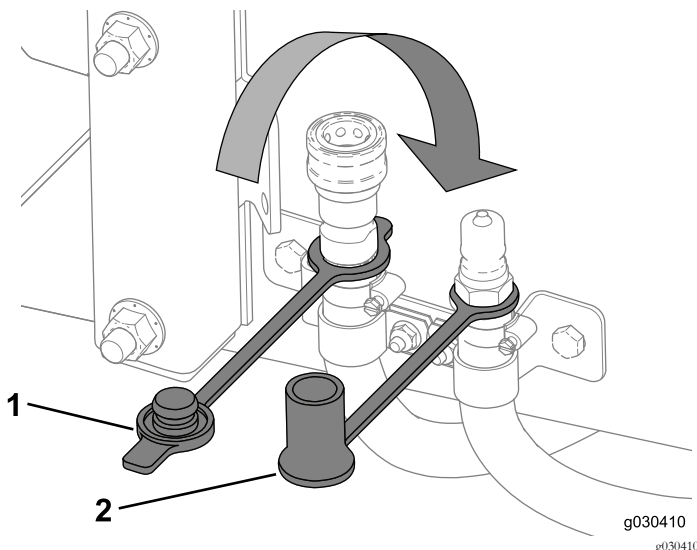

Bild 64
3. Dichten Sie die Heizungsschläuche mit den Staubdeckeln ab (Bild 64).